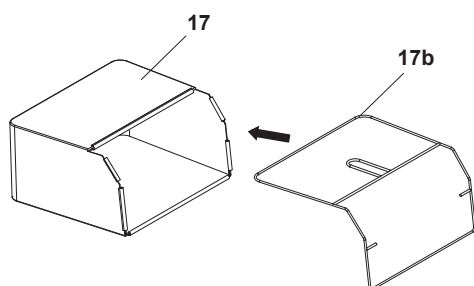

Fig. 4
1. Aliniaza și introdu cadrul din oțel (17b) în colectorul de iarbă (17) (Fig. 4).